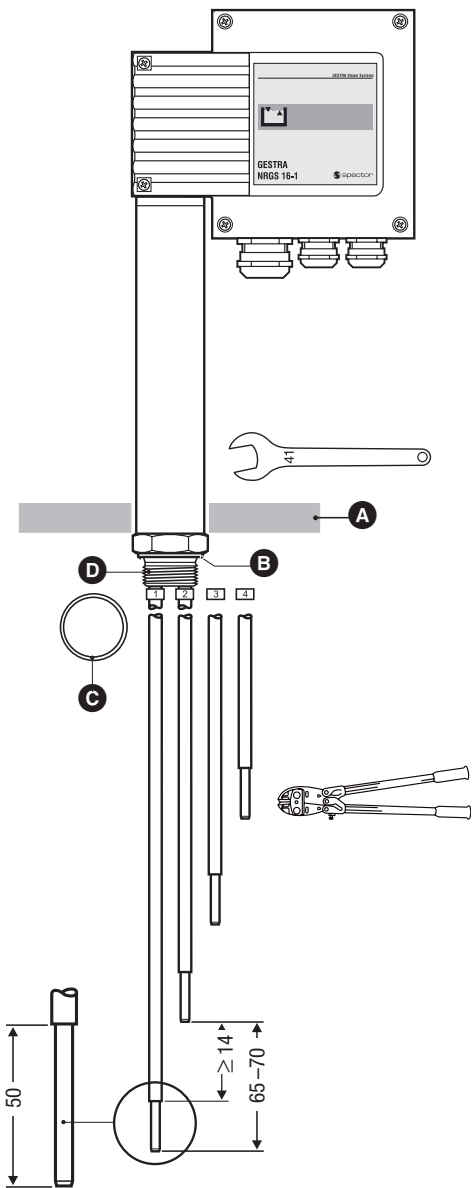

Fig. 3
1. Messlängen der Elektrodenstäbe festlegen und Maße in Tabelle Funktionen eintragen. **Fig. 3**